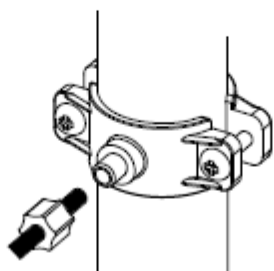

Fig. 7b
- Îndepărtați partea rotundă tăiată de pe garnitură (1).
- Îndepărtați folia de protecție (2) de pe garnitură (1). Atașați garnitura (1) pe interiorul clemei astfel încât gaura garniturii să se alinieze cu gaura din racordul cu clemă.
- Montați clema pe țevă, aliniind gaura din racord cu gaura din țevă, apoi strângeți șuruburile (3). Șuruburile trebuie strânse uniform, astfel încât cele două părți ale clemei să fie paralele.
- Puneți piulița de plastic pe țeava de evacuare JG, astfel încât țeava să se întindă din cealaltă parte a piuliței cu cel puțin 20 mm (fig. 7b).